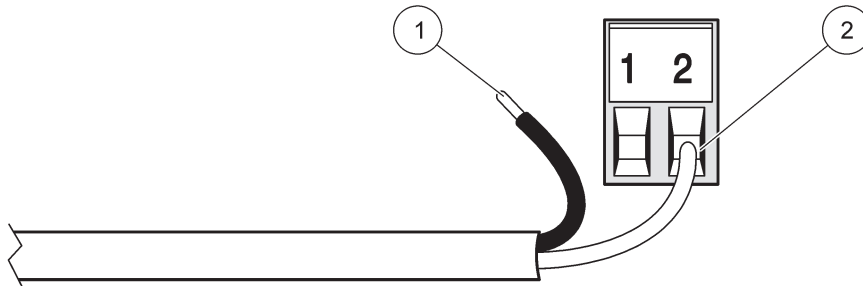
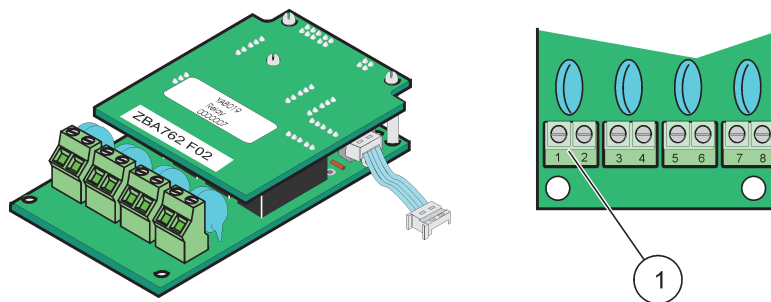
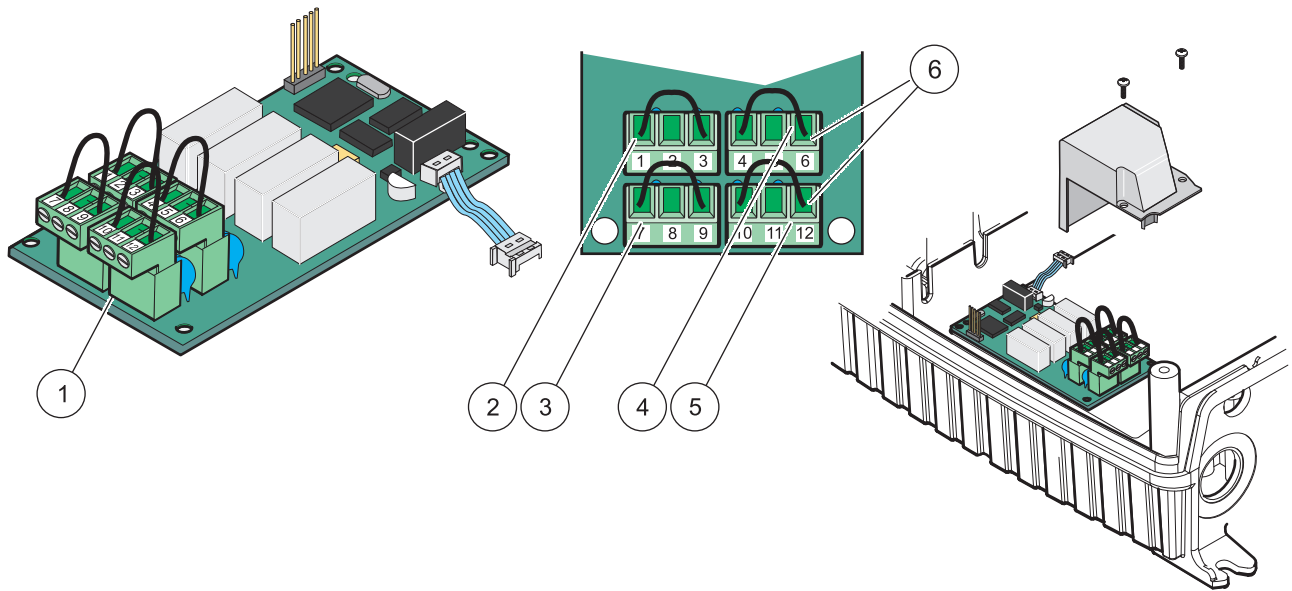

图 19 正确剥线并插入
图 20 中断卡（旧版本，2008 年停止使用）
图 21 中继卡（YAB076，转换）
5. 电线穿过组件底部，正确剥线后，根据图 20/表 3 和图 21/表 4，将每根线插入终端（图 19）。每次插入后轻轻拔一下，确保连接可靠。